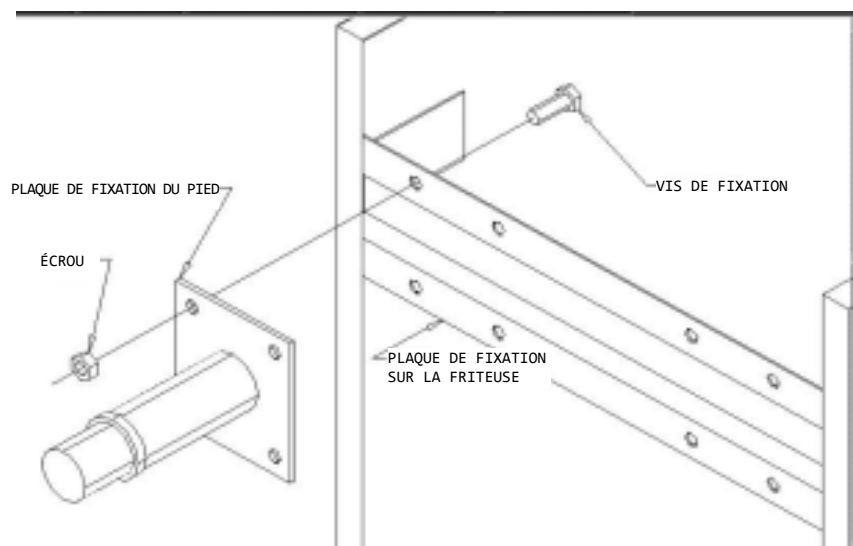

Figure 3 Installation typique des pieds
2. Mettre la friteuse à plat sur le carton, de manière à ce que les supports de dessous soient visibles, afin de monter les pieds, comme indiqué par la figure 3.